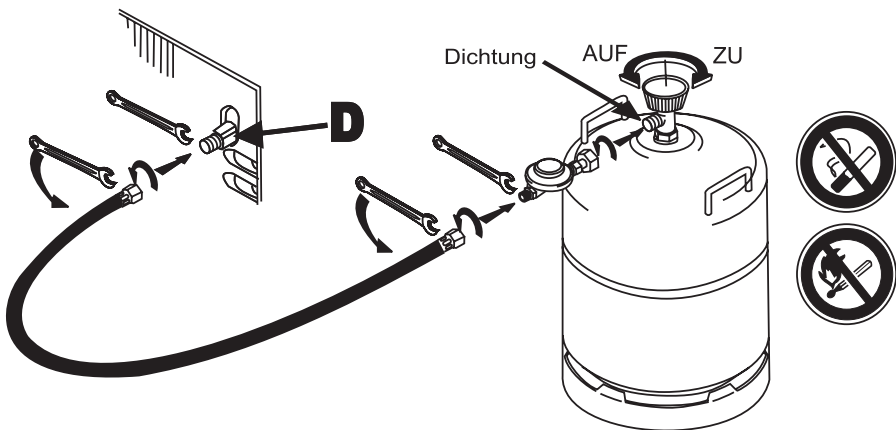

Fig 2
9. Anschluß einer Gasflasche mit fest eingebautem Entnahmeventil (Fig. 2)